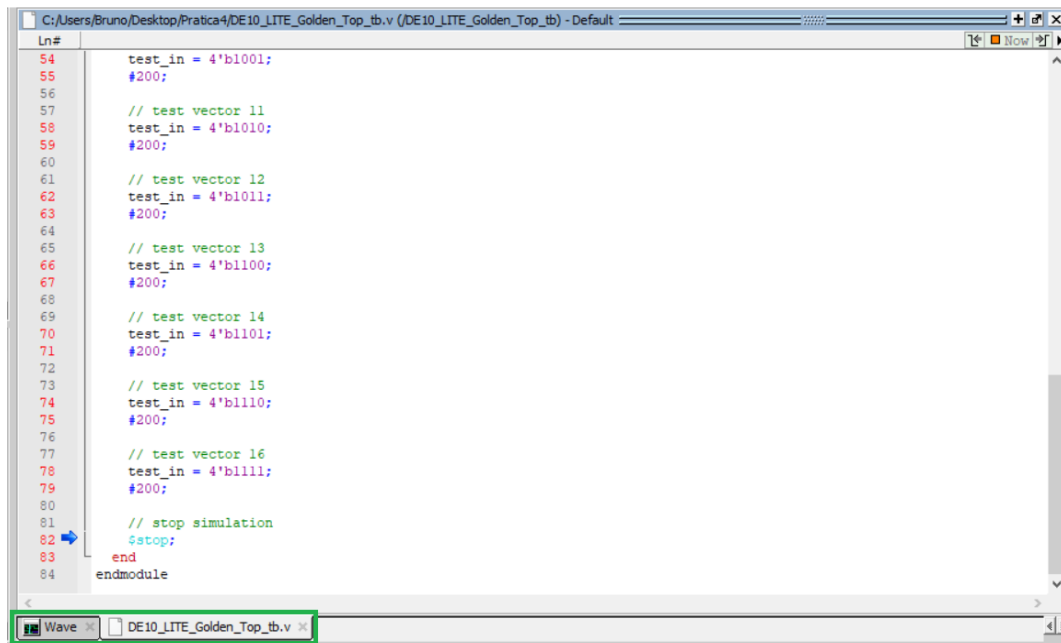

Figura 9: Abas da simulação.
- Finalmente, agora basta acessar, no menu principal, *Simulate->Run->Run -All*. A simulação é executada, o arquivo do testbench é aberto para consulta e o waveform é gerado. Duas abas ficam abertas com os resultados na parte inferior direita da tela (Figura 9);